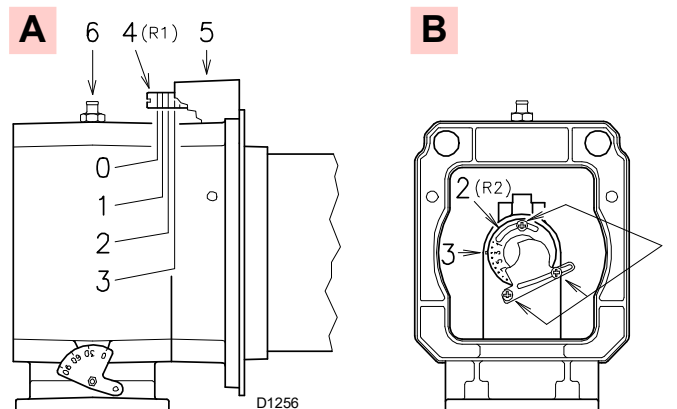
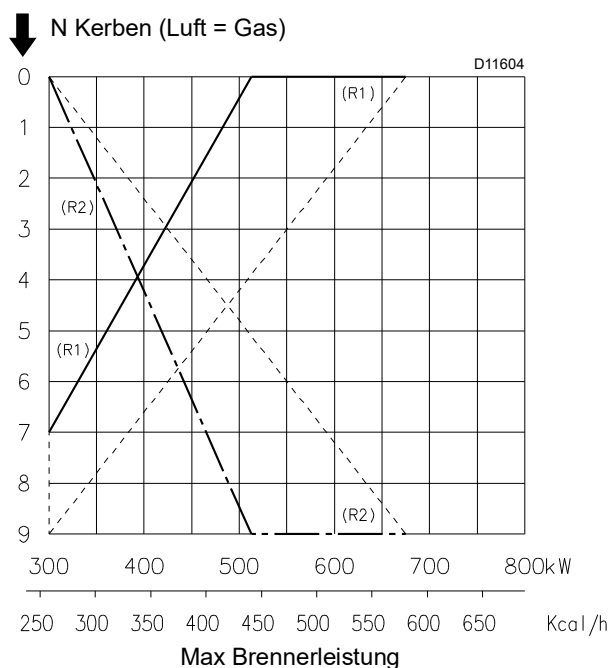

Abb. 18
Abb. 19
An dieser Stelle der Installation sind Flammrohr und Muffe gem. A)(Abb. 18) am Kessel befestigt.
- Luft R1 A)(Abb. 18)
- Gas/Luft R2 B)(Abb. 18)
Finden Sie im Diagramm (Abb. 19) die Kerbe, auf die sowohl die Luft- als auch die Gas-/Luftzufuhr eingestellt wird.
- Drehen Sie die Schraube 4)(Abb. 18) bis die gefundene Kerbe mit der Vorderseite 5) des Flansches übereinstimmt.
Um die Einstellung zu erleichtern, die Schraube 6) (Abb. 18) lösen, die Einstellung vornehmen und dann die Schraube wieder festziehen.
- Lockern Sie die 3 Schrauben 1)(Abb. 18) und drehen Sie die Nutmutter 2) bis die gefundene Kerbe mit dem Index 3) übereinstimmt.
Aus dem Diagramm (Abb. 19) ergibt sich, dass die Einstellungen für diese Leistung wie folgt sind:
Das Diagramm (Abb. 19) zeigt eine optimale Einstellung für einen Heizkesseltyp gemäß Abb. 4 a pag. 11. Wenn es der Gasdruck zulässt, lassen sich durch das Schließen der Nutmutter 2)(Abb. 18) Reduzierungen bei der Bildung von NO_x erzielen.